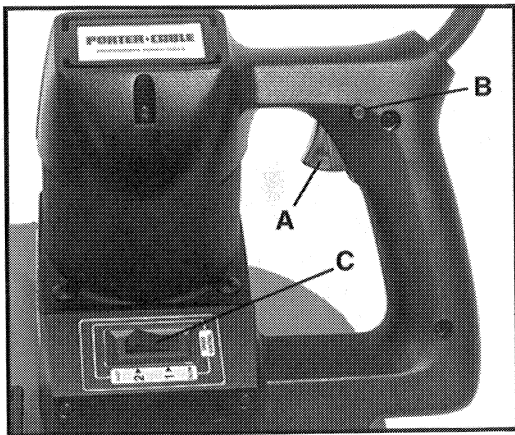

Fig. 1
2. Apriete el gatillo interruptor (A), Fig. 1, para poner el motor en marcha. Suéltelo para parar el motor.
3. Un botón fijador (B) Fig. 1, está provisto para mantener la sierra en marcha sin tener que apretar el gatillo continuamente. Para fijar el interruptor en la posición prendida, apriete el gatillo, empuje el botón fijador y suelte el gatillo.
4. El Modelo 7723 tiene un mando de dos velocidades (C) Fig. 1. Apriete el extremo trasero (1) del mando para obtener la velocidad BAJA (aproximadamente 230 PSPM – Pies de Superficie Por Minuto). Apriete el extremo delantero del mando para obtener la velocidad ALTA (aproximadamente 280 PSPM). Usted puede cambiar las velocidades mientras la sierra esté en marcha o, también, cuando esté parada.